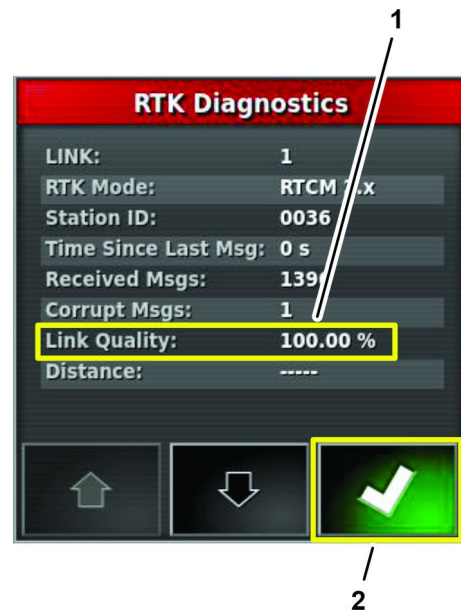

图 209
4. 按 RTK 诊断图标在 RTK 诊断对话框图 209中确认 RTK 调制解调器链接质量是 50% 或更高。